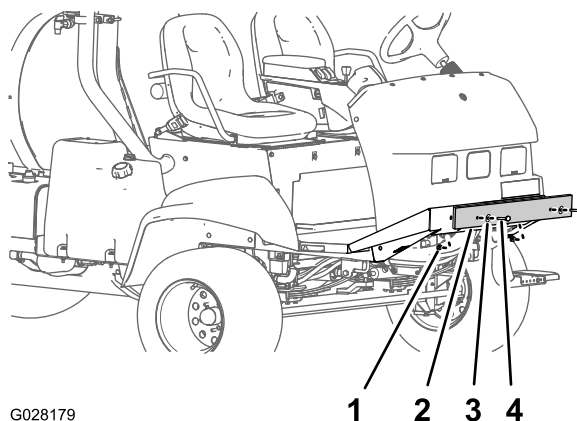

Figure 6
1. Retirez les boulons, les rondelles et les écrous qui fixent l'amortisseur d'expédition à la plaque de châssis avant (Figure 6).
2. Déposez l'amortisseur d'expédition de la machine (Figure 6).